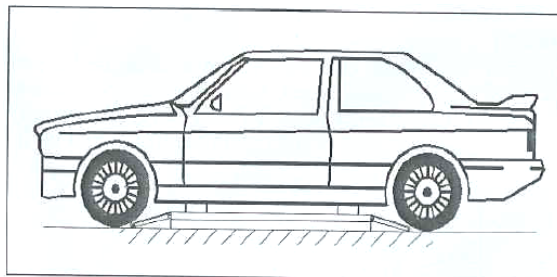

Рисунок 7
-Убедиться в том, что автомобиль правильно установлен на платформах (рис. 7).